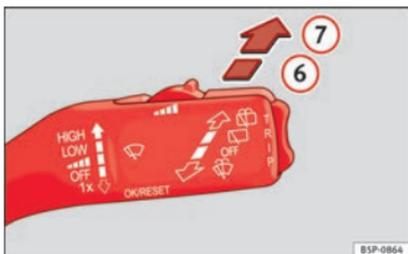

Fig. 71 Palanca del limpiacristales: limpialuneta.
- Presione la palanca hacia delante hasta la posición **6** » » fig. 71. El limpialuneta debe accionarse en intervalos de 6 segundos.
- Presione la palanca completamente hacia delante hasta la posición **7** » » fig. 71. El lavaluneta comienza a funcionar inmediatamente, mientras que el limpialuneta lo hace un poco más tarde. El lavaluneta seguirá funcionando mientras mantenga la palanca en esta posición.